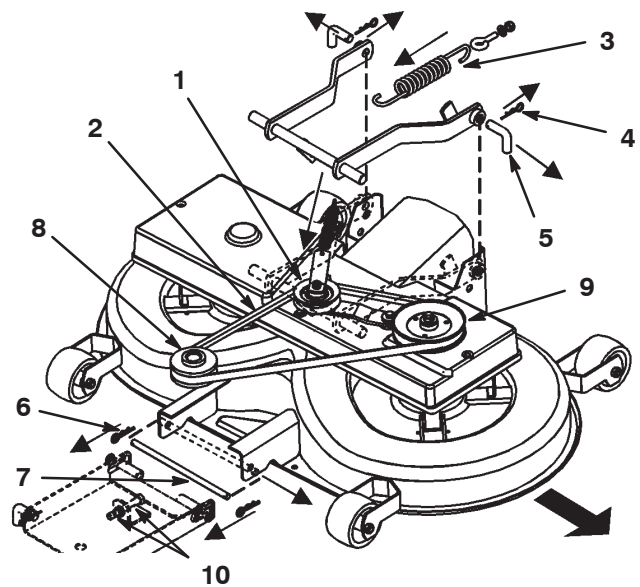

Bild 36
8. Ziehen Sie den Spannarm nach innen. Nehmen Sie den Keilriemen von der Scheibe ab (Bild 36).
9. Nehmen Sie die Feder vom Schalthebel ab (Bild 36).
11. Entfernen Sie die zwei Splintclips von den zwei hinteren Stiften und nehmen Sie die Stifte ab (Bild 36).
12. Entfernen Sie den Splintclip vom vorderen Stift und nehmen Sie den Stift ab (Bild 36).
13. Entfernen Sie den Keilriemen von der Motorscheibe (Bild 36).
2. Entfernen Sie den Keilriemen und den Antriebsarm (Bild 36).
7. Drehen Sie den unteren Stift der Einstellung für die vordere Aufhängung in die untere Stellung der geschlitzten Löcher. Stellen Sie hierfür die 2 Muttern (M12) an der vorderen Aufhängung ein (Bild 36).